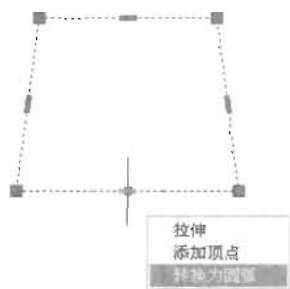

图 5-28
(2) 选中矩形, 将鼠标移动到矩形底边中间的夹点上, 在弹出的快捷菜单中选择“转换为圆弧”, 如图 5-28 所示。